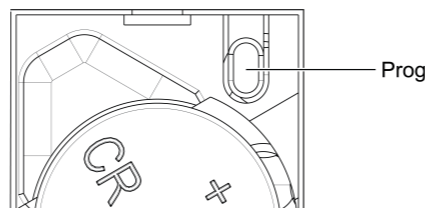

Bild 2: Prog Taste im Batteriefach
- Taste **Prog** (Bild 2) kurz drücken. Status-LED leuchtet rot. Handsender ist für 10 Sekunden im Konfigurationsmodus.